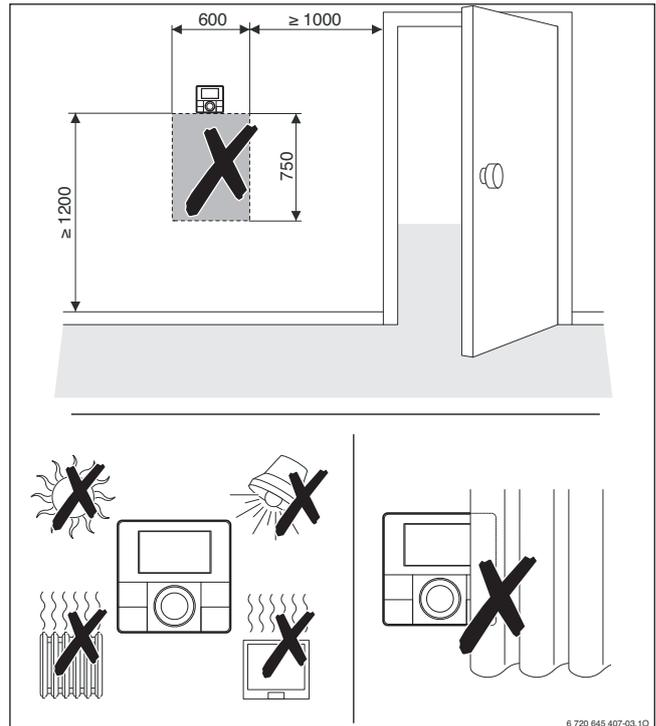

Bild 43 Position der Bedieneinheit RC... oder des externen Raumtemperaturfühlers im Referenzraum (Maße in mm)
- Bedieneinheiten deshalb für die raumtemperaturgeführte Regelung im Referenzraum installieren (→ Bild 43).